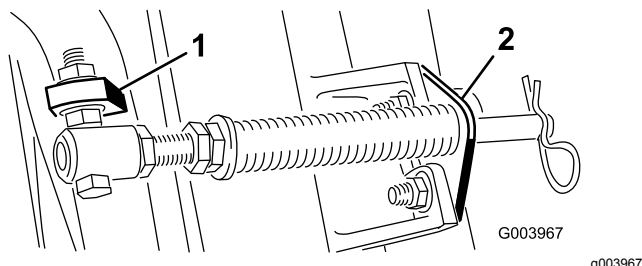
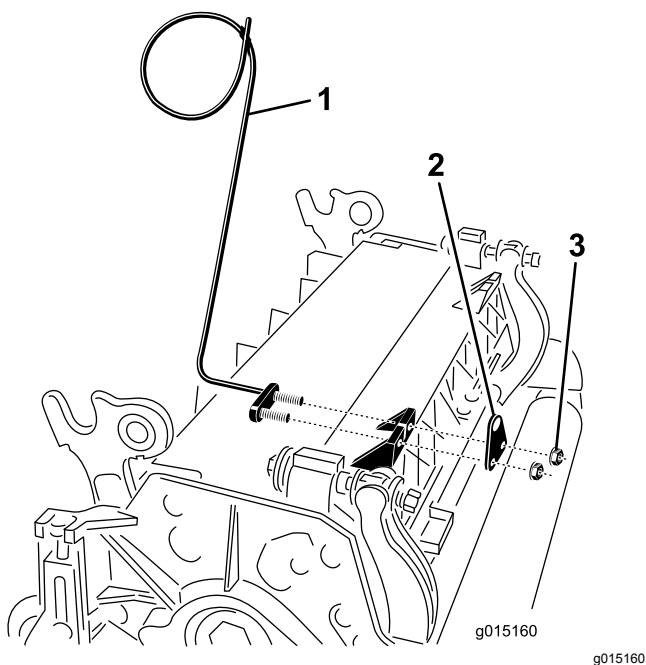

Figura 11
Figura 13
Nota: Posicione a cabeça do parafuso para o lado exterior do separador como se mostra na Figura 11.
- E. Monte o suporte da barra nos separadores da unidade de corte com os parafusos e porcas da carroçaria (Figura 11). Na unidade de corte, monte o guia do tubo do lado esquerdo na frente dos separadores da unidade de corte ao reinstalar o suporte da barra (Figura 13).